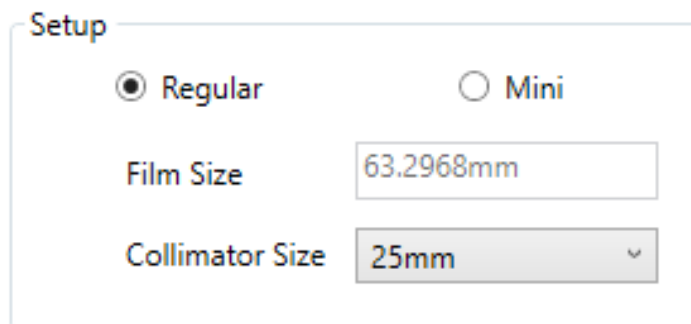

図7-7 球体入り立方体サイズの設定。
4. 球体入り立方体のサイズを Select します（図7-7 を参照）。